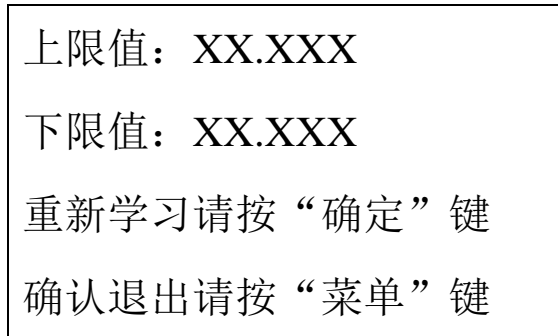

图 3-3
- D. 当上下限设置完毕后，会显示您设置的参数，如图 3-3 所示。